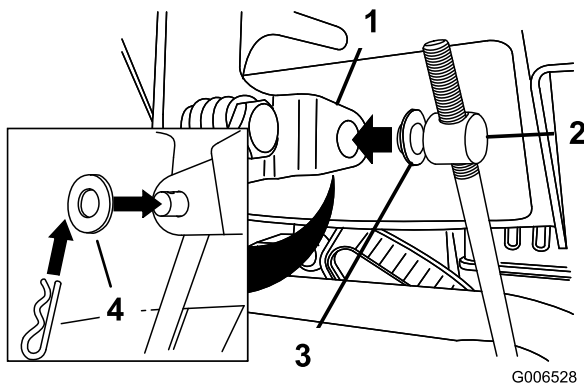

Figura 5
3. Posizionate una rondella piana sul barilotto (Figura 5).
6. Sollevare l'asta di comando della velocità ed inserire il barilotto nel foro della leva di selezione della velocità (Figura 5).